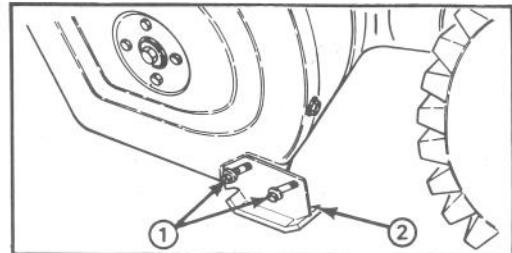

Figure 15
RÉGLAGE DES PATINS (fig. 15)
2. Desserrez les 4 boulons à brides fixant les deux patins aux plaques latérales (fig. 15).